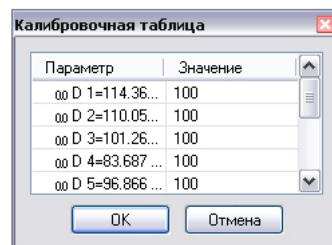

Рис. 3.59. Таблица для определения точек, необходимых для построения калибровочных графиков.
- Выберите команду Операции / Создать калибровочную кривую, появится окно с двумя колонками (рис. 3.59)